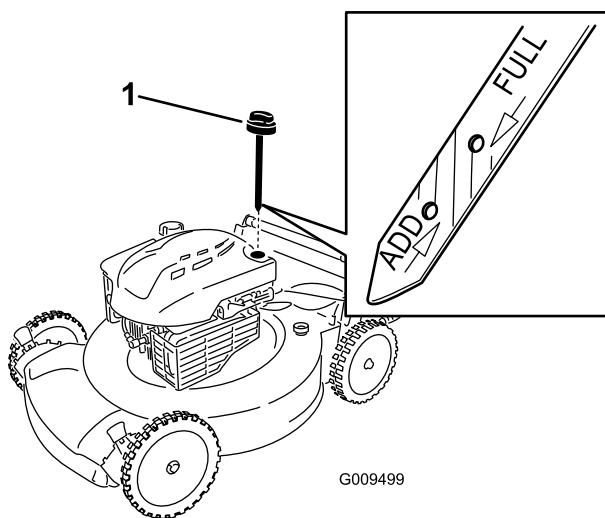

Рисунок 5
1. Извлеките масломерный щуп (Рисунок 5).
2. Медленно заливайте масло в маслозаливной патрубок до тех пор, пока уровень масла не достигнет отметки **Full (ЗАПОЛНЕНО)** на масломерном щупе (Рисунок 5). Проверка уровня масла с помощью щупа производится через 3 минуты после долива. **Не допускайте переполнения картера.** (Макс. объем масла: 0,59 л (20 унций.), тип: автомобильное моющее масло (SAE 30), имеющее классификацию API: SF, SG, SH, SJ, SL или выше.)